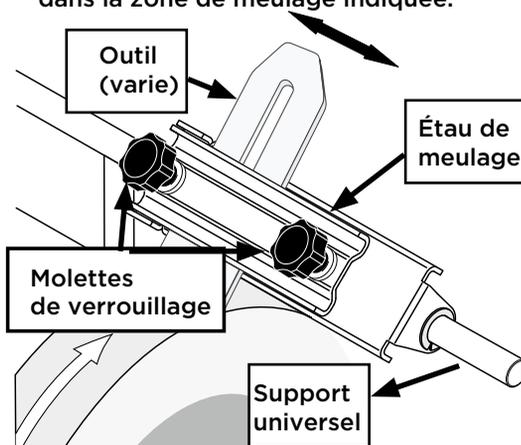

Figure 8. Étau de meulage installé
- Faites glisser l’étai de meulage sur le support universel, comme l’illustre la figure 8.